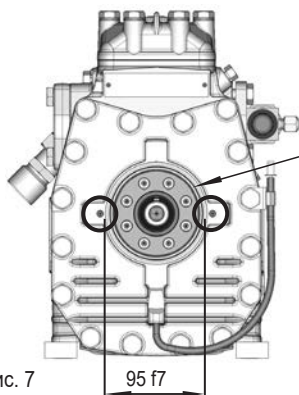

Рис. 7
- Передний фланец крепления подшипника располагает калибровой посадкой $\varnothing 95 \text{ f7}$ для восприятия магнитного поля электромагнитной муфты (см. рис. 7).